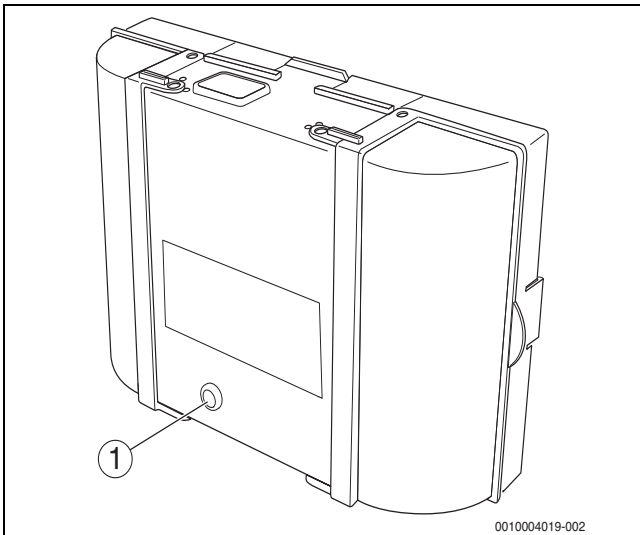

Bild 90 Störungen am Feuerungsautomaten zurücksetzen
- ▶ Taste „Entstören“ am Feuerungsautomaten drücken (→ Bild 90).